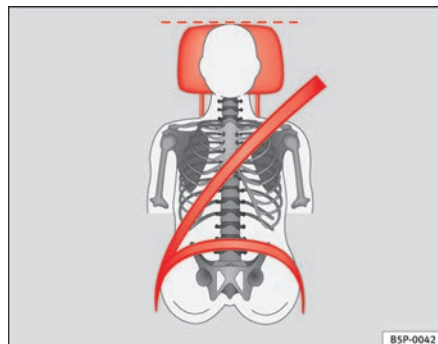
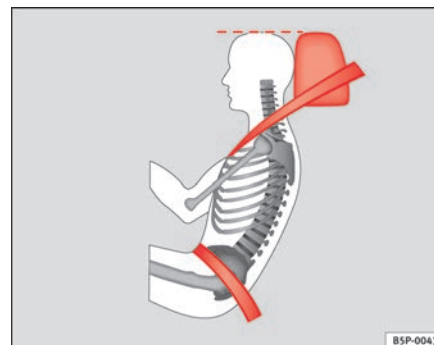

Fig. 91 Poggiatesta e cintura di sicurezza posizionati correttamente (visti da davanti)
Fig. 92 Posizione corretta del poggiatesta e della cintura di sicurezza (visti di lato)
- Regolare il poggiatesta portando il suo bordo superiore alla stessa altezza della parte superiore della testa, almeno all'altezza degli occhi ⇒ **fig. 91** e ⇒ **fig. 92**.